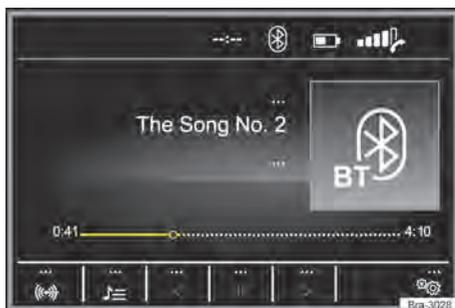
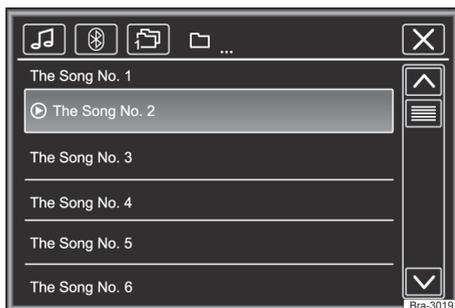

Fig. 131 Menu principal de mídia.
Fig. 132 Operação do rádio: lista de estações.
– Pressionar o botão **MEDIA** para abrir o menu principal **MEDIA** → Fig. 131.
As fontes de mídia que são reproduzidas atualmente são exibidas na superfície de função na parte inferior esquerda → Fig. 131.
Legenda da → Fig. 131 e → Fig. 132: